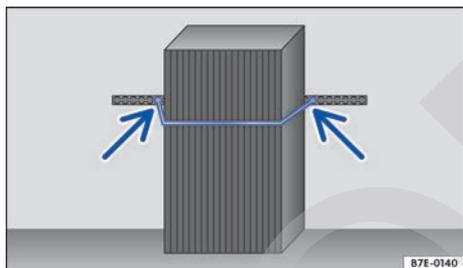

Fig. 92 Representación esquemática: fijar la carga.
- Coloque la cinta con hebillas alrededor de la carga → fig. 92 de modo que esta no se pueda deslizar.